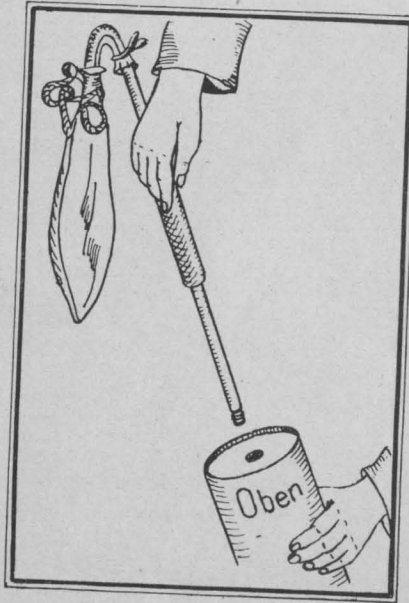

Abb. 9. Gaserzeuger: Einschrauben des Füllrohrs
b) Füllrohr in die Oberseite einschrauben (s. Abb. 9).